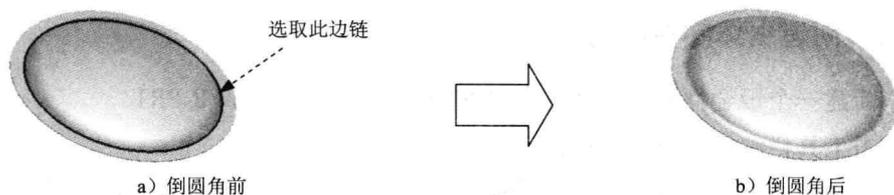

图 1.12 创建圆角特征 1
(5) 在系统提示下，键入钣金壁厚值 1.0，并按 Enter 键。
(6) 定义特征的旋转角度。在 **REV TO (REV TO)** 菜单中选择 **360 (360)** **→ Done (完成)** 命令。
(7) 在“第一壁：旋转”特征信息对话框下部单击 **预览** 按钮，预览所创建的旋转特征；然后单击 **确定** 按钮，完成旋转特征的创建。
Step3. 创建图 1.12 所示的倒圆角特征 1，圆角半径值为 5.0。